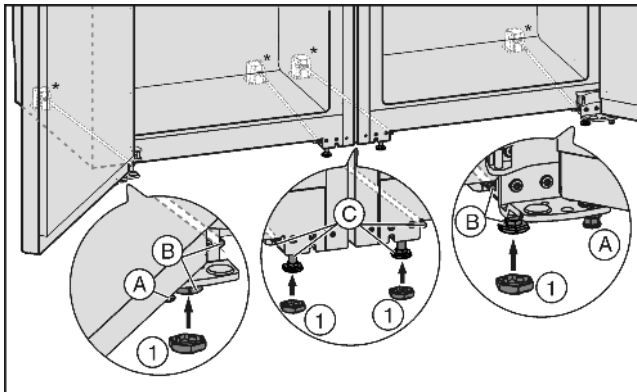

Fig. 4
- ▶ Evt. stelootjes Fig. 4 (A) aan de voorkant van beide apparaat geheel indraaien, zodat ze de vloer niet raken.
- ▶ Kappen Fig. 4 (1) op de vier voorste stelootjes steken.
- ▶ Middelste stelootjes Fig. 4 (C) indraaien zodat ze de vloer niet raken.
- ▶ Combinatie aan de hand van de buitenste stelootjes Fig. 4 (B) uitlijnen.